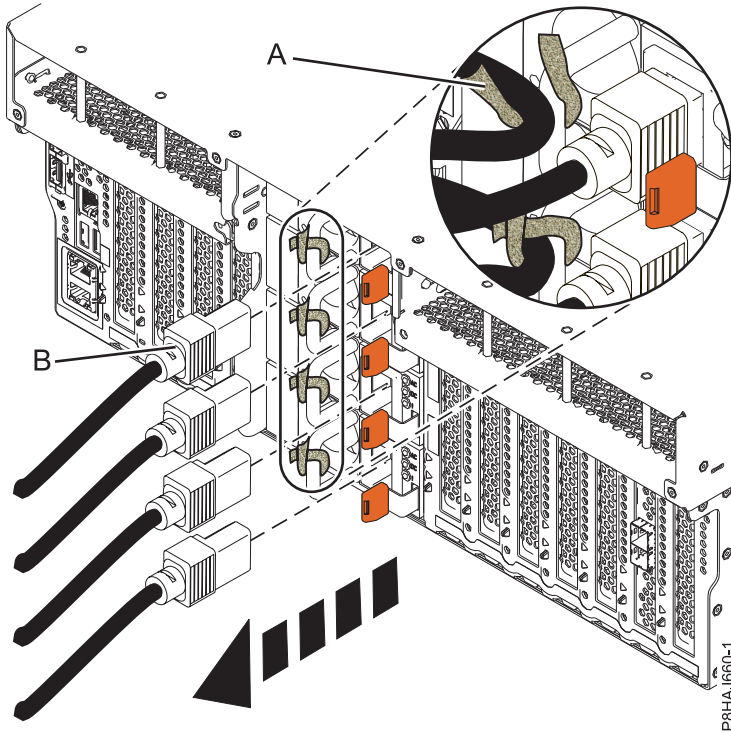
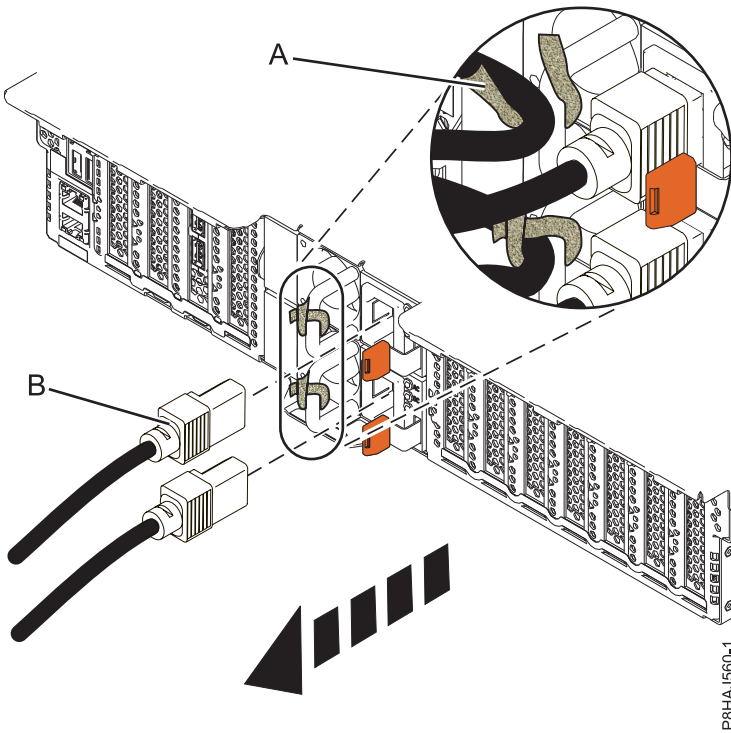
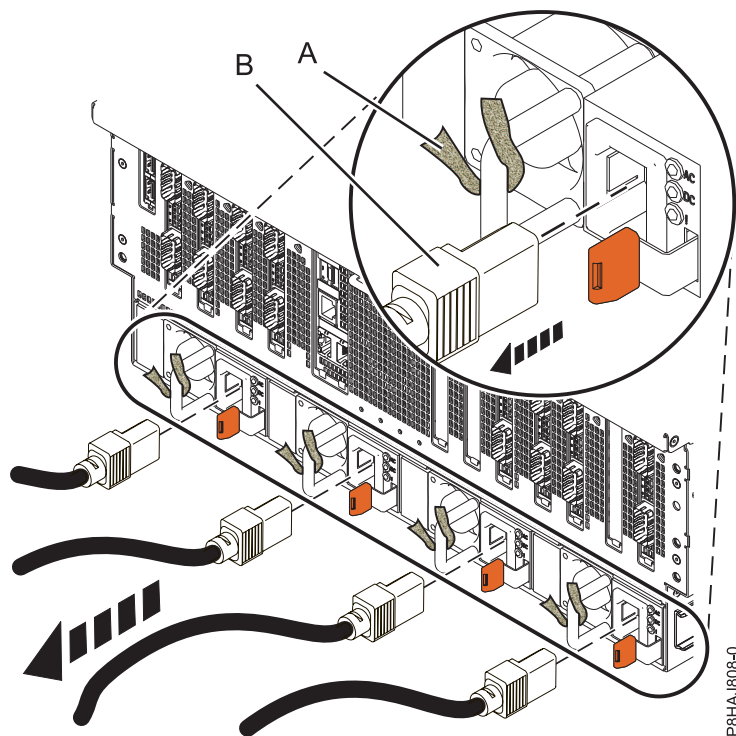

Figura 34. Extracción de los cables de alimentación de un sistema 8247-42L, 8286-41A o 8286-42A
Figura 35. Extracción de los cables de alimentación de un sistema 5148-21L, 5148-22L, 8247-21L, 8247-22L, 8284-21A o 8284-22A
Figura 36. Extracción de los cables de alimentación de un sistema 8408-44E o 8408-E8E
3. Desconecte los cables de alimentación **(B)** de la unidad del sistema. Consulte la Figura 34 en la página 48, la Figura 35 en la página 48 o la Figura 36 en la página 49 según el tipo de sistema.